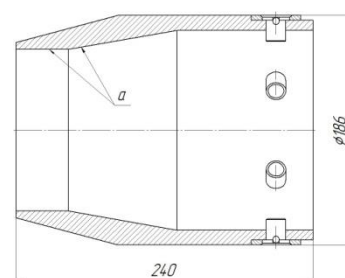

Рис. 3. Расширитель
Расширитель (рис. 3) предназначен для расширения скважин до диаметра 186 мм, с жестким креплением пластиковой трубы с помощью пальцев.
- проверить величины вылета патрубка в крайнем переднем положении (размер 247 ± 1 , см. рис. 3). При значительном отклонении размера или разрушении амортизатора следует провести замену амортизатора. После замены амортизатора следует проверить выше указанный размер.